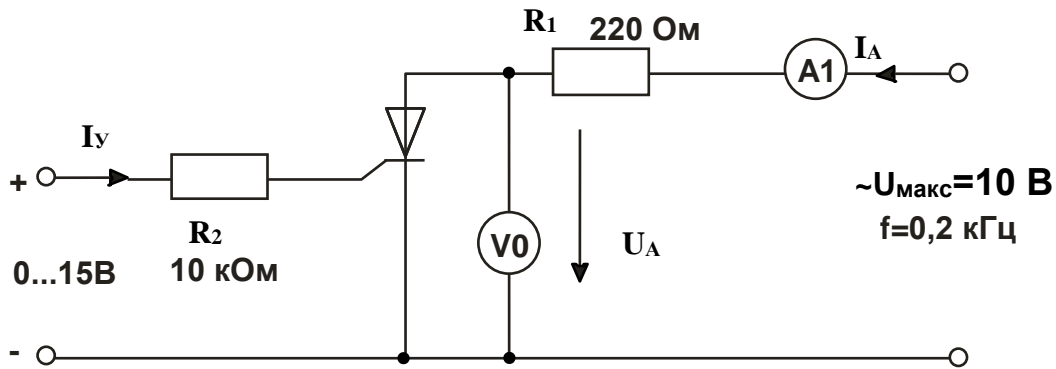

Рис. 6.2.4
- Соберите цепь (рис. 6.2.4) для снятия вольтамперной характеристики  $I_A(U_{ак})$  тиристора с помощью осциллографа (виртуального или электронного). Установите максимальную амплитуду синусоидального напряжения и максимальное значение постоянного напряжения 15 В.